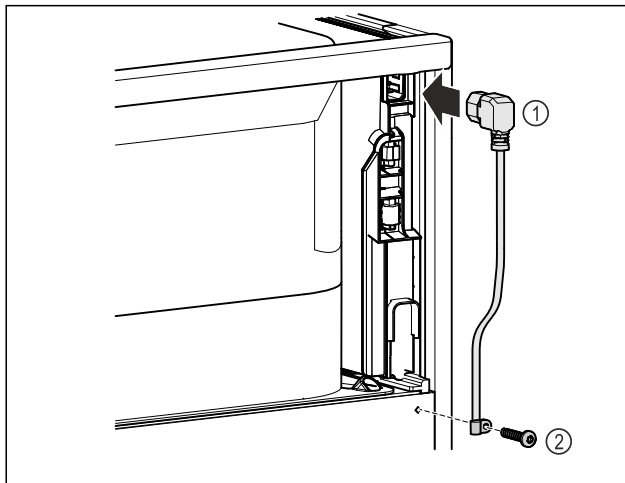

Fig. 9
- ▶ Συνδέστε την υποδοχή τροφοδοσίας του καλωδίου τροφοδοσίας Fig. 9 (1) στην πίσω πλευρά της συσκευής.
- ▶ Τοποθετήστε το ανακουφιστικό καταπόνησης, Fig. 9 (2)